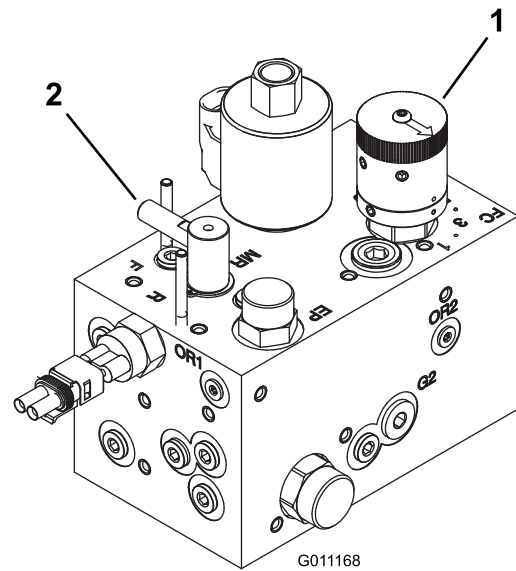

Figure 49
3. Tournez le bouton de commande de vitesse des cylindres (Figure 49) jusqu'au numéro déterminé à l'opération 1.